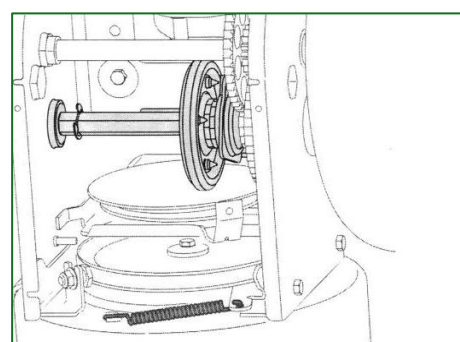

Abbildung 11
2. Tragen Sie eine leichte Schicht eines Allwetter-Mehrzweckfetts auf die Sechskantwelle auf. Siehe Abbildung 11.